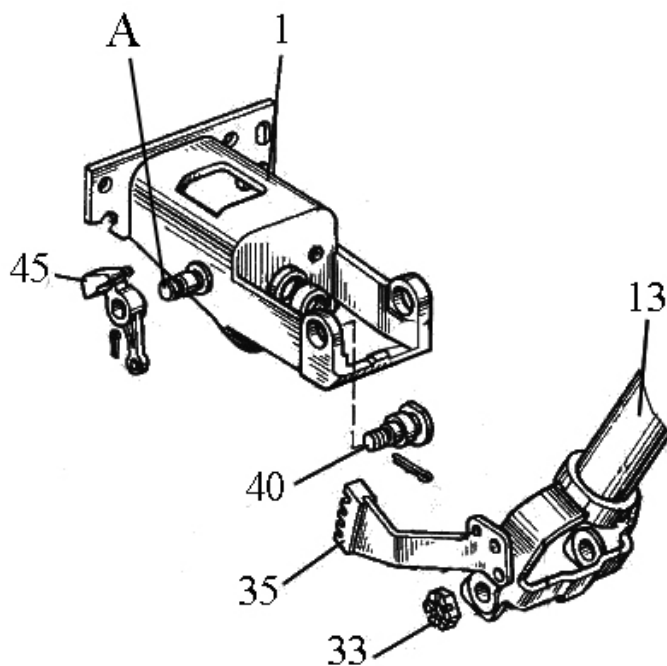

Рисунок 6.11
6) соедините вилку трубы (13), (рисунок 6.11), с кронштейном (1), выполнив следующие операции: